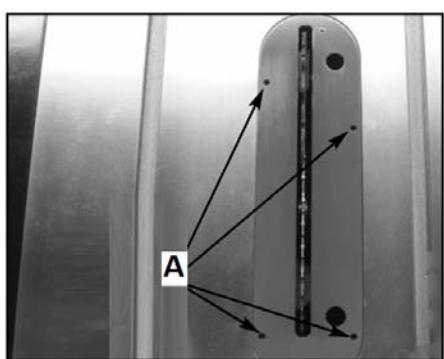

Рис. 15
D. Отрегулируйте винты настройки вставки А (Рис. 15), чтобы убедиться, что она установлена заподлицо со столом.